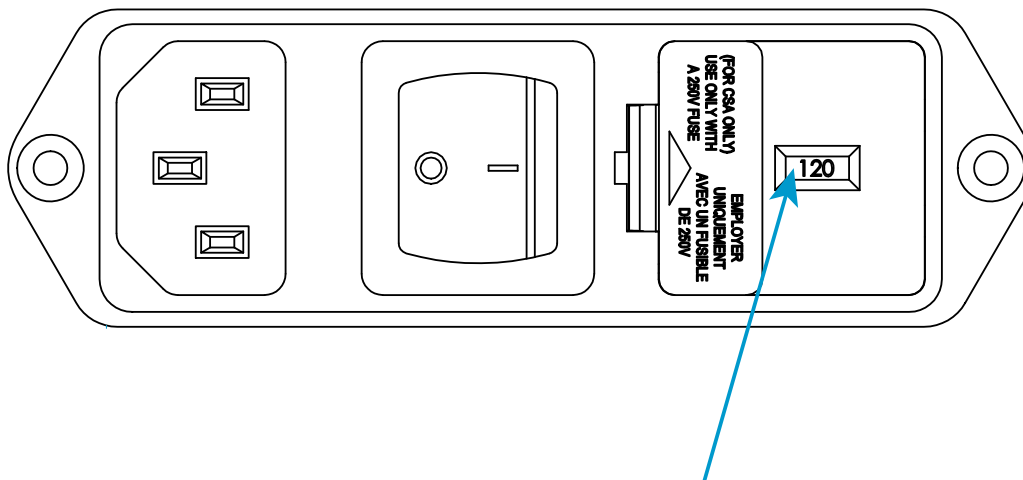

Figura 4. Conector de entrada de energía con configuración de la tensión
2. Inspeccione el conector de entrada de energía y consulte la Figura 4 en la página 41. La tensión indicada en la Figura 4 es 120 V.
7. Vuelva a instalar el portafusibles en el conector. Asegúrese de que la clavija indicadora indique ahora la tensión de entrada correcta. Consulte la Figura 4 en la página 41 como referencia.